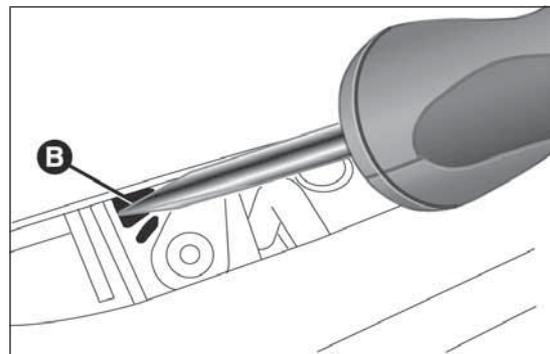

fig. 82
- introducir a continuación el destornillador en el alojamiento B fig. 82 para extraer la lengüeta de desbloqueo del maletero.